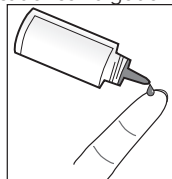

Figura 18
4. Vuelva a oprimir la botella para que salga una segunda gota sobre una superficie no absorbente limpia o sobre la yema de un dedo limpio. Consulte la figura 18.